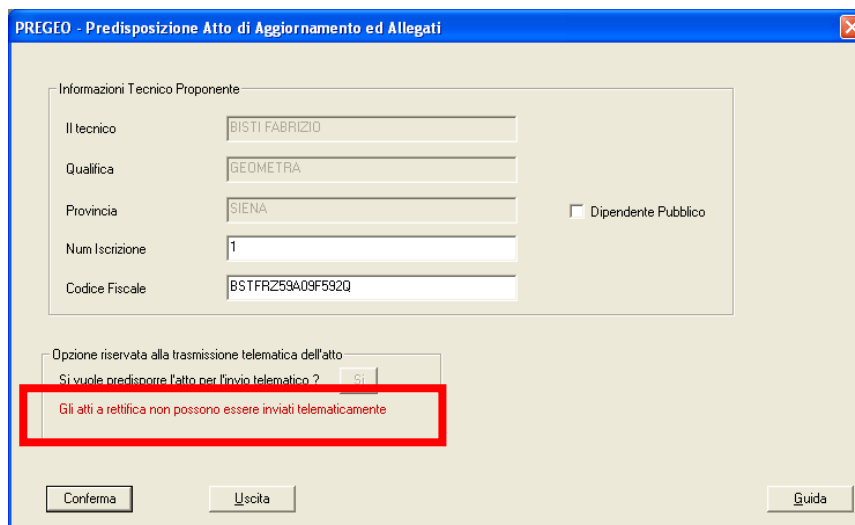

Figura 12
- deve essere presentato esclusivamente in *front-office*; conseguentemente sarà respinto automaticamente dalla procedura se inviato attraverso il canale telematico (Figura 12);